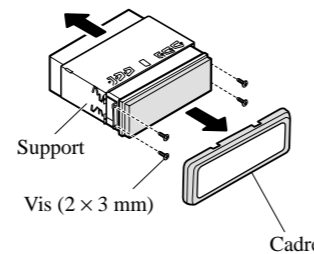

Fig. 10
- **Retirez le cadre et le support. (Fig. 10)**